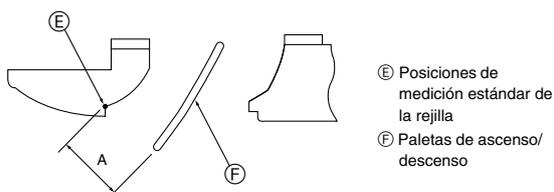

Fig. 8-10
- 3 Para ajustar la dirección de flujo de aire deseada, mueva lentamente las paletas hacia arriba/abajo dentro del margen especificado. (Fig. 8-10)